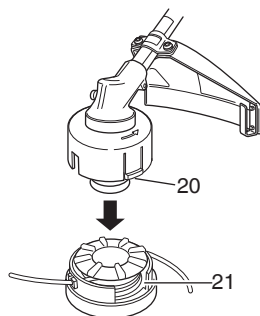

Fig. 25
- (6) Coloque la cubierta sobre la caja de forma que las pestañas de bloqueo (20) en la tapa coincidan con los orificios grandes (21) en la caja. A continuación, empuje la caja hasta que se oiga un clic. (Fig. 25)